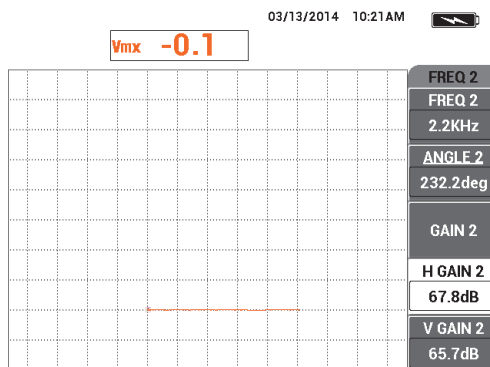

Abbildung 5-131 Einstellen von H VERST 2
31. Bei festem Drücken der Sonde auf die Visitenkarte, drücken Sie die Funktionstaste D, um **H VERST 2** einzustellen bis sich das gemixte Signal über 5 horizontale Skalenteile vom Nullpunkt entfernt erstreckt (siehe Abbildung 5-131 auf Seite 235).